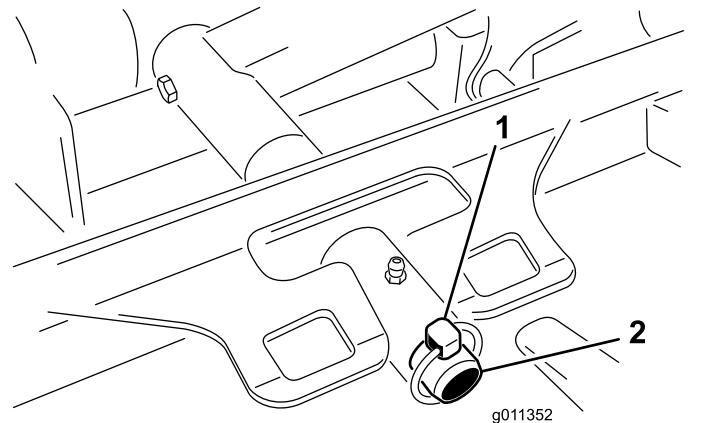

Figure 68
3. Retirez la goupille à anneau ou l'écrou de retenue qui fixe le bâti porteur du plateau à l'axe de pivot du bras de relevage (Figure 68).
3. Faites glisser le bâti porteur du plateau de coupe sur l'axe de pivot du bras de relevage. Fixez avec la goupille ou l'écrou de retenue (Figure 68).